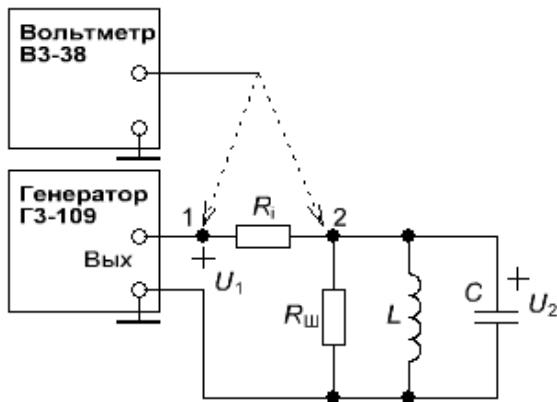

Рис. 8.2
2.1. Соберите цепь, схема которой представлена на рис. 8.2. В качестве емкости контура используйте магазин емкостей Р-544. Сопротивления R_1 и $R_{\text{ш}}$ имеются на макете, причем $R_{\text{ш}}$ выбрано так, чтобы добротность контура была равна заданной в табл. 8.1.